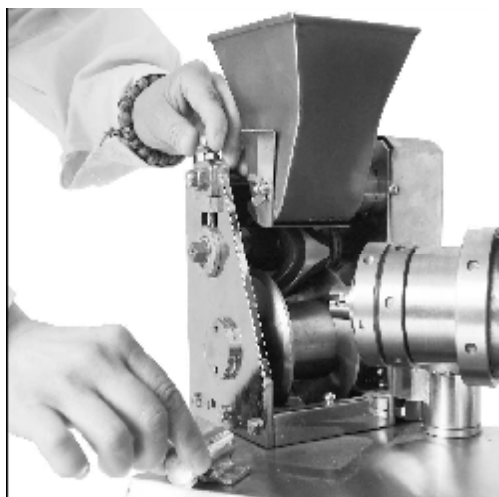

Рис.2
(1)、 Вращать формирующую полку (5) на 90° по часовой стрелке и отсоединить её от приводной системы (рис. 2)
друга) можно ровно завинчивать два винта крепления(б) при работе машины (рис. 2) , запрещается слишком сильно завинтить винты для предотвращения повреждения и браковки формирующего штампа.